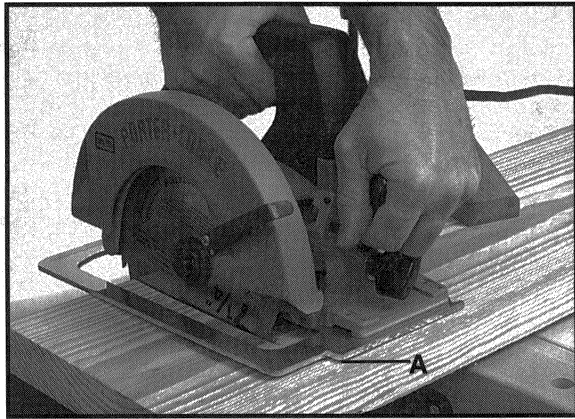

Fig. 8
Al lado derecho de la parte delantera de la base, hay una orilla de bisel (A) Fig. 8, que sirve para guiar la sierra paralela a la línea de corte cuando la sierra está ajustada para un corte de 90° o cualquier ángulo de bisel hasta los 45°.
**ADVERTENCIA:** Es importante sostener bien la pieza en elaboración y agarrar la sierra firmemente para prevenir la pérdida de control la cual puede causar una herida personal. La Fig. 8 ilustra el apoyo manual correcto de la sierra con la mano derecha en la agarradera (empuñadura) superior y la izquierda en la agarradera auxiliar.
Engape el trabajo a un soporte rígido como un banco o caballete de aserrar. Vea la Fig. 8. Marque la línea de corte en el trabajo. Asegúrese de que esta línea sobrepase el lado izquierdo del soporte sólo suficientemente para permitir la operación correcta del protector (guarda) telescópico. Coloque la orilla delantera firmemente sobre la pieza antes de poner el motor en marcha. Alinee la línea de corte con la línea indicadora de corte (A) Fig. 8. Retroceda la sierra un poco y ponga el motor en marcha. Adelante la sierra manteniendo la orilla de la línea indicadora paralela a la línea de corte.
Un corte perpendicular al hilo se llama corte transversal o corte al través. La Fig. 8 ilustra el corte transversal. Coloque el trabajo de manera que el corte esté a la derecha, como está ilustrado.